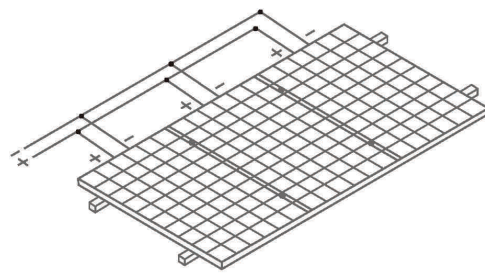

Abbildung. 6 Parallelschaltung
- Bei Parallelschaltung ist der Ausgangsstrom des gesamten Modulstrangs gleich der Summe der Ströme der einzelnen Abzweigmodule oder des Modulstrangs (Parallelschaltungsmethode wie in Abbildung 6 dargestellt). Jeder Modulstrang ist mit einer Sicherung zu versehen. Bitte beachten Sie die Vorschriften des Landes oder der Region oder die örtlichen Vorschriften. **Referenzformel für die maximale Anzahl der parallel geschalteten Module:** maximaler Schutzstrom / (1,25*Kurzschlussstrom).